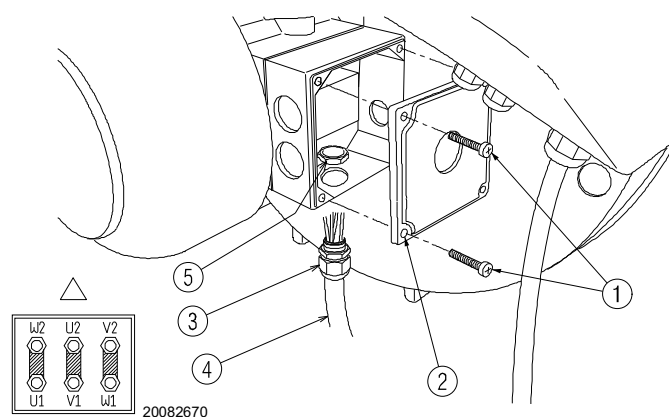

Fig. 21
- pour accéder au boîtier du moteur, dévisser les quatre vis 1)(Fig. 21) et enlever le couvercle 2) ;
- installer le câble 4) avec le raccord correspondant au boîtier moteur, en le fixant précisément avec l'embout 5)(Fig. 21).
- Effectuer un contrôle visuel final et fermer le boîtier du moteur en vissant les 4 vis 1)(Fig. 21).